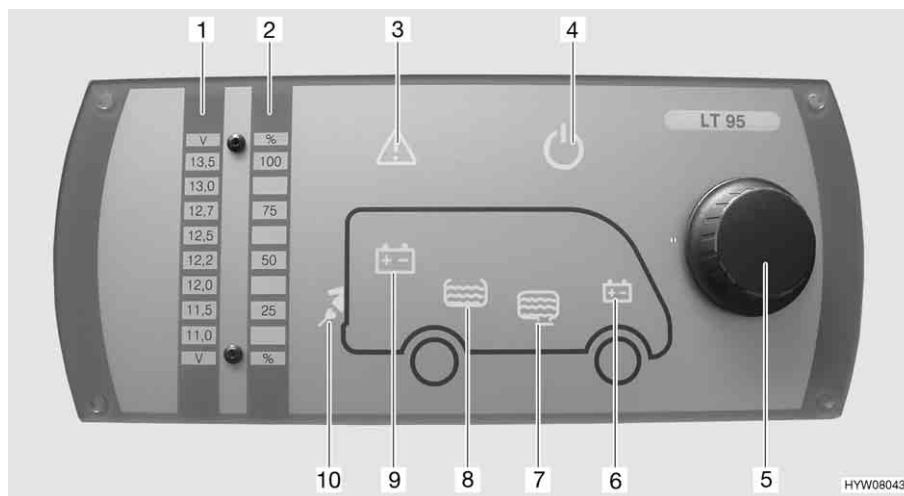

Fig. 89 Pannello di controllo (LT 95)
Il pulsante a rotazione (Fig. 89,5) inserisce o disinserisce il pannello di controllo e l'alimentazione a 12 V dell'abitacolo.
**Accensione:** ■ Premere il pulsante a rotazione (Fig. 89,5): L'alimentazione a 12 V dell'abitacolo è inserita. La spia di controllo a 12 V (Fig. 89,4) diventa verde.
**Spegnimento:** ■ Premere il pulsante a rotazione (Fig. 89,5): L'alimentazione a 12 V dell'abitacolo è disinserita. La spia di controllo a 12 V (Fig. 89,4) si spegne.
Mediante il pulsante a rotazione (Fig. 89,5) si possono interrogare sia la tensione della batteria dell'abitacolo che la tensione della batteria di avviamento. La tensione viene visualizzata sulla scala indicatore per la tensione della batteria (Fig. 89,1).
- Ruotare il pulsante a rotazione (Fig. 89,5), finché si accende il simbolo della batteria della quale deve essere interrogata la tensione.
Viene indicata la tensione della batteria dell'abitacolo (Fig. 89,9)
Viene indicata la tensione della batteria di avviamento (Fig. 89,6)
- Leggere la tensione sulla scala indicatore della tensione della batteria (Fig. 89,1).
Mediante il pulsante a rotazione (Fig. 89,5) si possono interrogare sia il livello del serbatoio dell'acqua che il livello del serbatoio delle acque grigie. Il livello viene visualizzato sulla scala indicatore livello dei serbatoi (Fig. 89,2).
- Ruotare il pulsante a rotazione (Fig. 89,5), finché si accende il simbolo del serbatoio del quale deve essere interrogato il livello.
Viene indicato il livello del serbatoio dell'acqua (Fig. 89,8)
Viene indicato il livello del serbatoio delle acque grigie (Fig. 89,7)
- Leggere il livello sulla scala indicatore del livello serbatoio (Fig. 89,2).
La spia luminosa Alarm (Fig. 89,3) lampeggia non appena i valori limite fissati vengono superati per eccesso o per difetto.
La spia luminosa Alarm (Fig. 89,3) lampeggia non appena la tensione della batteria scende al di sotto di 11 V. Se l'alimentazione a 12 V è accesa, si accende anche il relativo simbolo della batteria (Fig. 89,6 o 9), e l'indicatore "11,0" sulla scala indicatore della tensione della batteria (Fig. 89,1) lampeggia. Rischio di uno scaricamento totale della batteria.
La spia luminosa Alarm (Fig. 89,3) lampeggia ed il relativo simbolo del serbatoio (Fig. 89,7 o 8) si accende non appena il serbatoio dell'acqua è vuoto o il serbatoio delle acque grigie è pieno.
La spia di controllo a 230 V (Fig. 89,10) si accende quando all'ingresso della centralina elettrica è presente una tensione di rete.